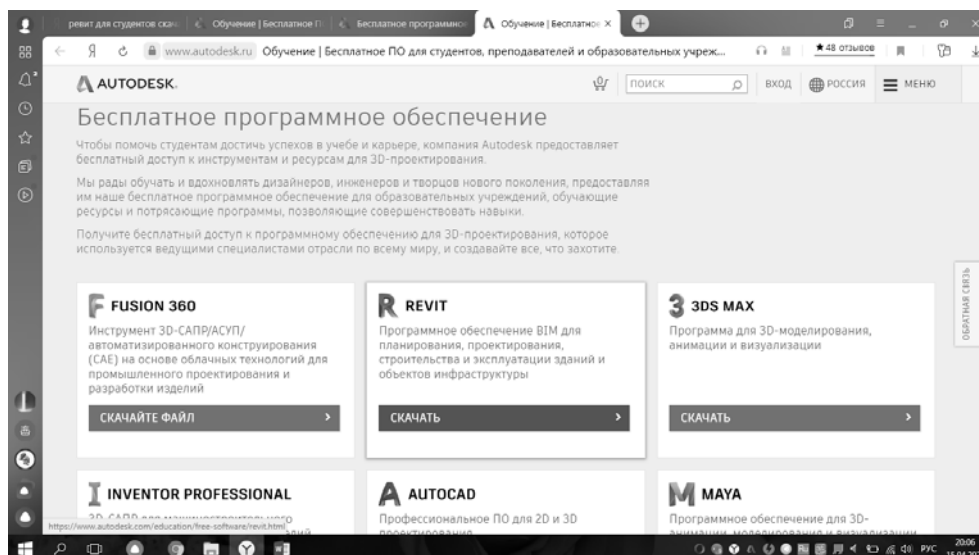

Рис. 8.1
2. Нажимаем «Скачать» (рис. 8.1).